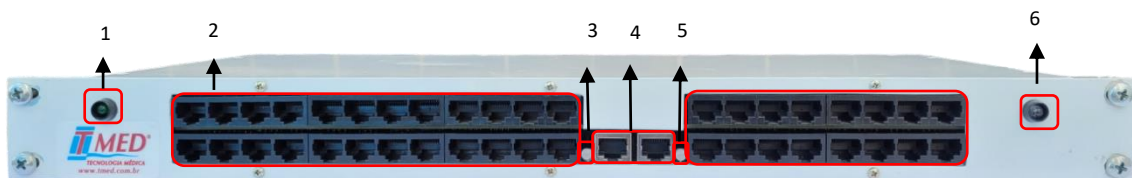

Figura 19 – Vista frontal do gabinete do **HUB RS-485**
- c. Deve ser escolhida uma das portas na parte frontal do gabinete do **HUB RS-485** para conectar o cabo **UTP** que vem do **MGL**. O **HUB RS-485** só funciona com uma das portas por vez, a outra porta é uma redundância no caso de defeito de funcionamento na primeira. A essa porta é dado o nome de *Porta MGL*, indicada na *Figura 19*;
- d. Nas outras portas devem ser conectados os cabos **UTP's** que vêm dos **MML's**. A essa porta é dado o nome de *Porta MML*, indicada na *Figura 19*.